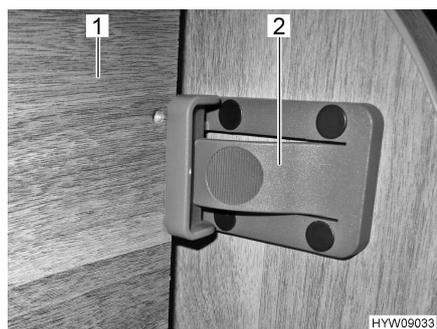

Fig. 33 Dispositivo di sicurezza anteriore
- Sollevare il letto (Fig. 33,1).
- Assicurare il letto alla parete del mobile con il chiavistello (Fig. 33,2).
- Premere il chiavistello (Fig. 33,2).